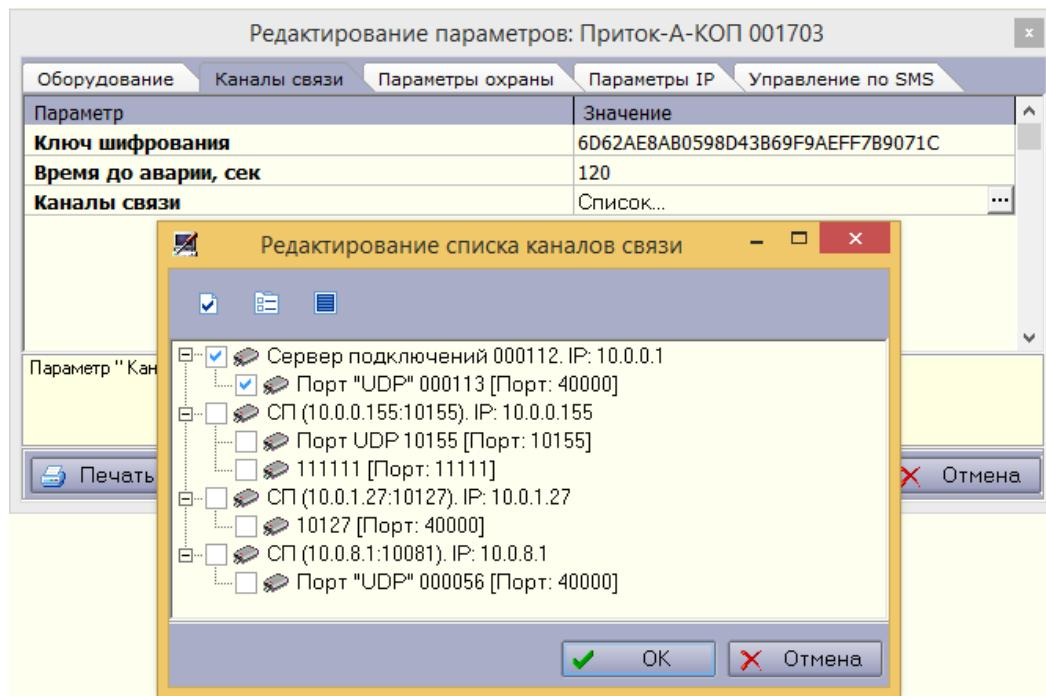

Рисунок 5 – Выбор серверов подключений
- «**Ключ шифрования**» (рисунок 5) – число, совпадающее со значением параметра «Ключ шифрования», вкладка «Подключение», установленного в конфигурации прибора (см. вкладку «Подключение» п. 2.2.6).
- «**Каналы связи**» (рисунок 5) – выбрать «серверы подключений», для которых разрешен прием сообщений от данного прибора. Обязательный параметр.